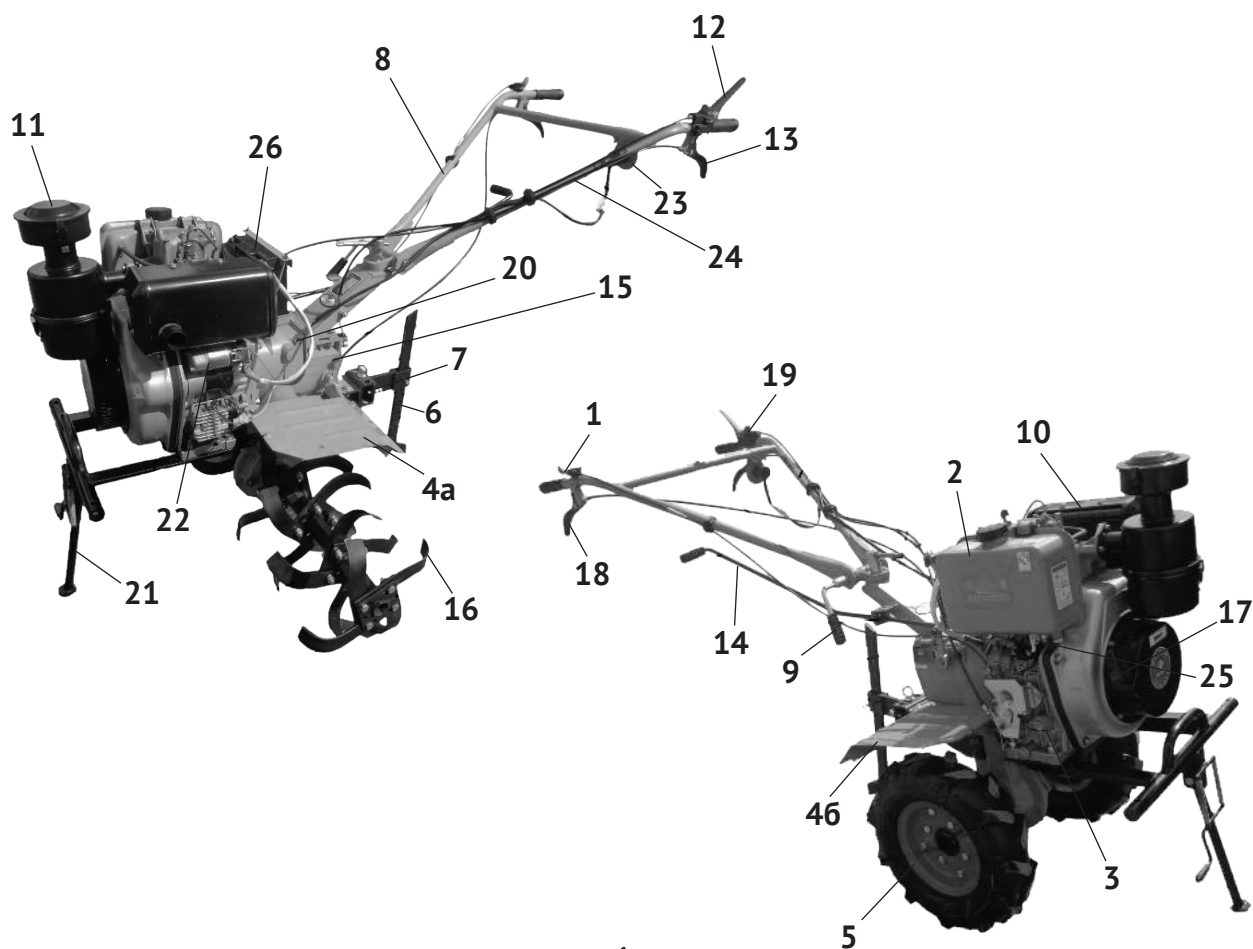
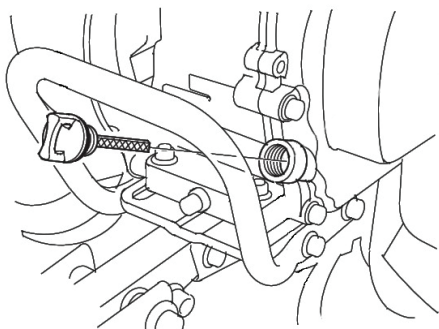

рис.1
рис.7
2.4 Общий вид культиватора представлен на рис.1
Двигатель культиватора, аккумуляторная батарея и коробка передач закреплены на прямоугольном основании. Коленчатый вал двигателя, расположенный горизонтально, передаёт крутящий момент в коробку передач (рис.1 поз.15). Передача вращения с вала коробки передач, на приводной вал (выходной вал редуктора) фрез (колёс) осуществляется конической шестернёй. Рычаг (рис.1 поз.12) осуществляет функцию выключателя двигателя: рычаг нажат – соответствует положению выключателя «ON» - включено, рычаг отжат – положение «OFF» - выключено. При нажатом рычаге сцепления (рис.1 поз.13), рычаг переключения передач вперёд (рис.1 поз.14) устанавливает одно из трёх фиксированных положений: «0» - «Нейтраль», «1» - «Быстро» или «2» - «Медленно».
Включение передачи движения «назад» осуществляется нажатием и удержанием рычага (рис.1 поз.18) на правой рукоятке.
- совместить крепёжные отверстия в нижних частях рукояток управления (рис.1 поз.8) с отверстием кронштейна крепления;
- зафиксировать в удобном по высоте положении (на уровне талии) рычагом (рис.1 поз.9).
- раскрутить винтовое соединение рычага управления дроссельной заслонкой (рис.1 поз.1);
- прикрепить трос управления дроссельной заслонкой (рис.1 поз.1) так, чтобы он располагался сверху;
- раскрутить винтовое соединение рычага сцепления (рис.1 поз.13);
- прикрепить трос включения задней передачи (рис.1 поз.18) так, чтобы он располагался снизу;
**Внимание!** *Установку и первоначальную регулировку тросов сцепления (рис.1 поз.13), включения задней передачи (рис.1 поз.18), выключателя зажигания (рис.1 поз.12) и управления дроссельной заслонкой (рис.1 поз.1) рекомендуется провести в сервисном центре или доверить квалифицированному специалисту.*
Регулировка осуществляется изменением положения сошника - регулятора глубины вспашки (рис.1 поз.6), крепящемся в сцепном устройстве (рис.1 поз.7):
Выкрутите пробку-щуп (рис.1 поз.3) из маслозаливной горловины и залейте в картер масло необходимой марки до нижнего края горловины, как показано на рис.7. Вставьте сухой чистый щуп в горловину картера и выньте его. Проверьте уровень масла: граница смоченной области щупа должна располагаться между отметками минимального и максимального